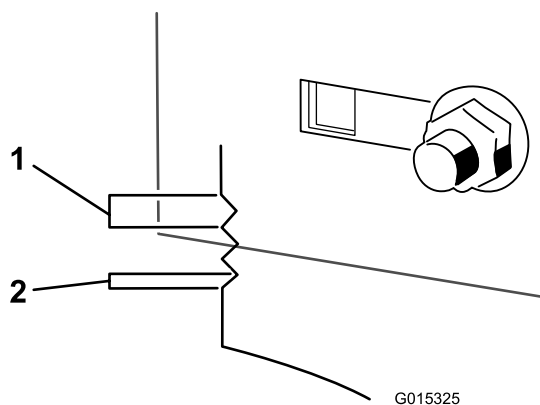

Figure 50
9. Utilisez les fentes du support soudé pour mesurer le réglage requis. La surface de chaque fente équivaut à 0,25 pouce, et un côté équivaut à 0,125 pouce (Figure 50). Réglez le tablier de coupe à la hauteur voulue.